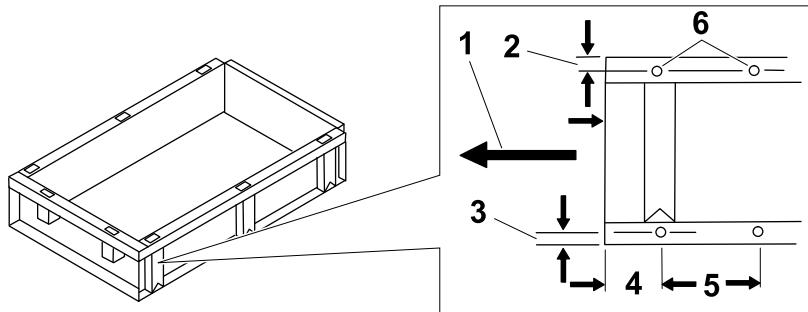

Рисунок 2
1. Определите и отметьте расположение отверстий в кузове (Рисунок 2).
2. Используя сверло диаметром 13/32 дюйма, просверлите отверстия в отмеченных местах (Рисунок 2).